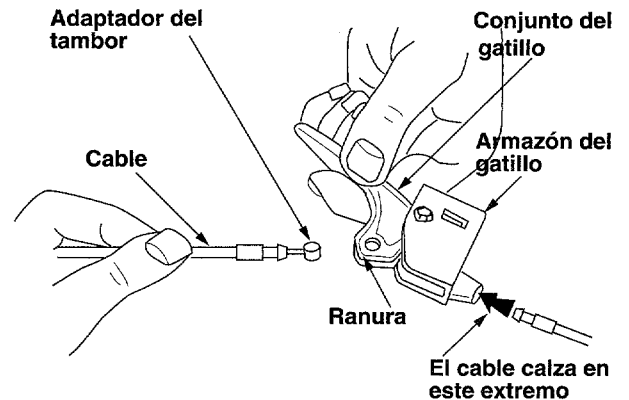

Figura 11
- Coloque el adaptador del tambor del cable dentro del orificio del gatillo. Usted puede encontrar los gatillos y la ferretería relacionada en el grupo H del conjunto de ferretería (en la página 6). Tire del cable y gírelo alrededor del fondo del gatillo, con el cable interior en la ranura, hasta que el extremo del cable pueda ser empujado dentro del armazón del gatillo y calzado firme. Vea la Figura 11.